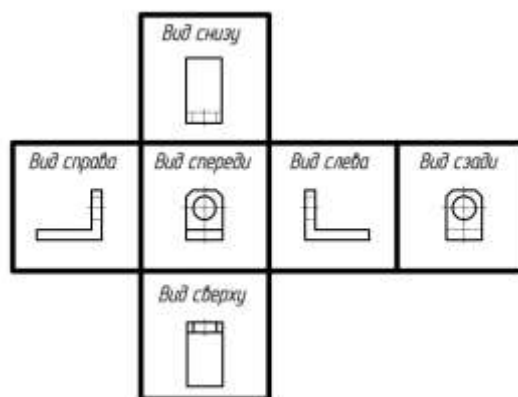

Рис.14 Основные виды
**Видом** называется изображение обращенной к наблюдателю видимой поверхности предмета. Основные виды получаем в результате проецирования предмета на шесть плоскостей проекций (рис.14).